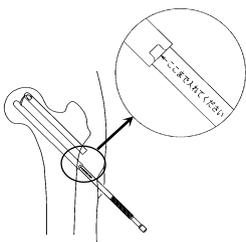

図14
- 1) 抜去器インナーロッドをインプラントのインナーピン後端のネジ部へ真っ直ぐに組み付け、突き当たるまで(マーキング位置まで)ねじ込みます。(図14)